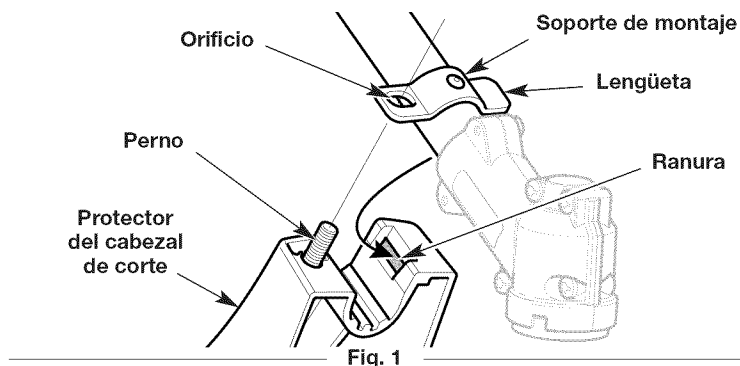

Fig. 1
2. Inserte la lengüeta corta (la que no tiene orificio) en el soporte dentro de la ranura del protector del cabezal de corte (Fig. 1).
3. Rote el protector del cabezal de corte hasta que el perno en el protector del cabezal de corte sobresalga a través del orificio del soporte de montaje (Fig. 1).